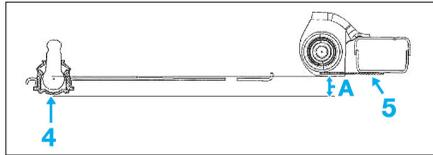

Fig. 16
- Pour serrer les articulations élastiques sans contrainte, positionner le bras inférieur pour obtenir une cote d'entraxe (A) = 24 mm entre le bas de la rotule (4) du bras inférieure et le dessous du berceau au niveau du centre du bras inférieure (5) (Fig.16).